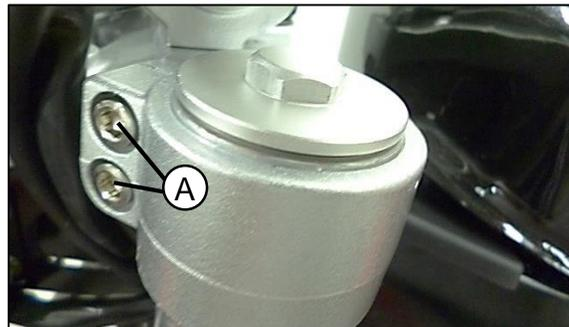

Fig. 15
Remover tornillos (A) de ajuste de suspensión superior con una llave Allen 6 mm **Fig. 15**